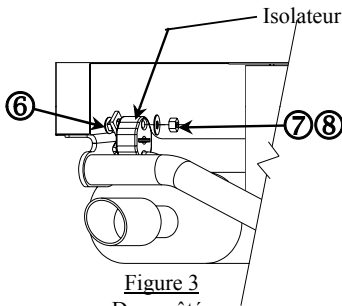

Figure 3
1. Abaisser le système d'échappement au niveau de l'isolateur en caoutchouc (3 endroits). Nota : La vaporisation d'un lubrifiant ou d'eau savonneuse sur la tige du support métallique et l'isolateur en caoutchouc facilite l'enlèvement. Enlever l'isolateur en caoutchouc des silencieux, seulement deux (2) qui seront réinstallés à l'étape 3. **Veiller à ce que le silencieux ne tombe pas sous son propre poids.**
3. Poser les boulons de carrosserie (art. 6) dans les supports d'échappement de l'attelage. Poser les isolateurs en caoutchouc enlevés à l'étape 1 sur les boulons de carrosserie 7/16 sur l'attelage. Poser la rondelle plate, et les écrous hexagonaux 7/16-14. Voir Figure 3.